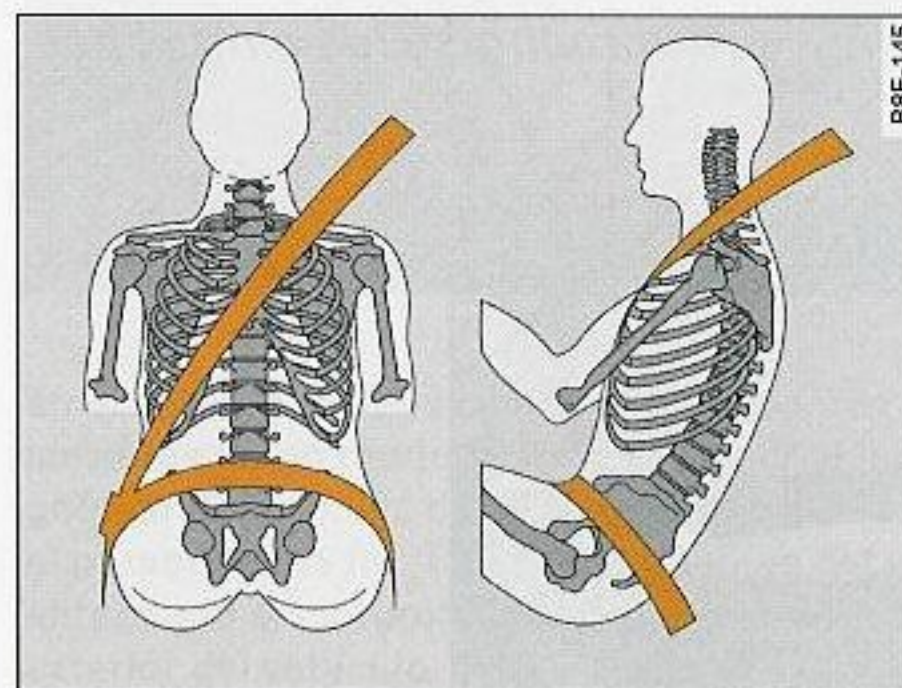

Fig. 181 Colocación de la banda del hombro y de la banda abdominal
- La banda del hombro no deberá pasar nunca por encima del cuello, sino que deberá pasar aproximadamente por el centro del hombro y quedar bien ceñida al busto. La banda abdominal deberá pasar por la región pélvica y quedar bien ceñida a ella, no debiendo pasar por encima del abdomen ⇒ *página 224, fig. 181*. En caso necesario habrá que tirar un poco de la misma hacia abajo.